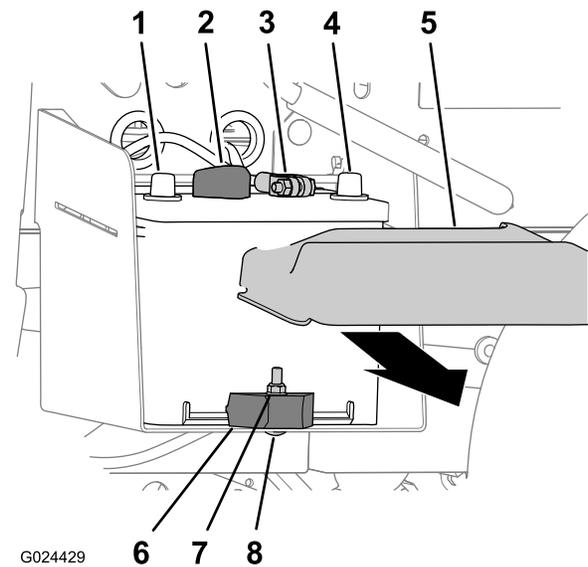

Figura 48
1. Aperte os lados da cobertura da bateria e retire a cobertura da parte superior da bateria (Figura 48).
2. Desligue o cabo negativo (preto) da bateria do terminal da bateria (Figura 48).
3. Desligue o cabo positivo (vermelho) da bateria do terminal da bateria (Figura 48).
2. Retire a porca de bloqueio, o parafuso de carroçaria e o grampo da bateria que fixa a bateria ao tabuleiro da bateria (Figura 48).
3. Retire a bateria do tabuleiro da bateria (Figura 48).
1. Alinhe a bateria com o tabuleiro da bateria da máquina (Figura 48).
Nota: Certifique-se de que os pólos positivo e negativo da bateria estão alinhados conforme indicado na Figura 48.
2. Fixe a bateria ao tabuleiro da bateria com o grampo da bateria, o parafuso de carroçaria e a porca de bloqueio (Figura 48).
1. Ligue o cabo positivo (vermelho) da bateria ao terminal da bateria (Figura 48).
2. Ligue o cabo negativo (preto) da bateria ao terminal da bateria (Figura 48).
3. Coloque a tampa da bateria na parte superior da bateria (Figura 48).